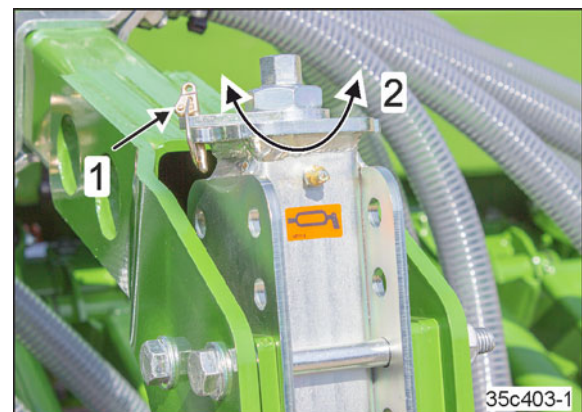

Bild 185
Du ställer in genom att vrida justeringsspindeln (Bild 185/2) på alla justeringssegment.
3. Avlägsna låssprinten (Bild 185/1).
4. Ställ justeringsspindeln i önskat läge (Bild 185/2) och säkra med låssprint